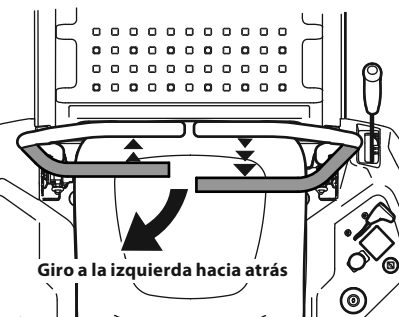

Figura 23
1. Para girar a la izquierda mientras se desplaza marcha atrás, mueva la palanca de control del lado izquierdo hacia adelante respecto de la palanca derecha. Consulte la Figura 23.